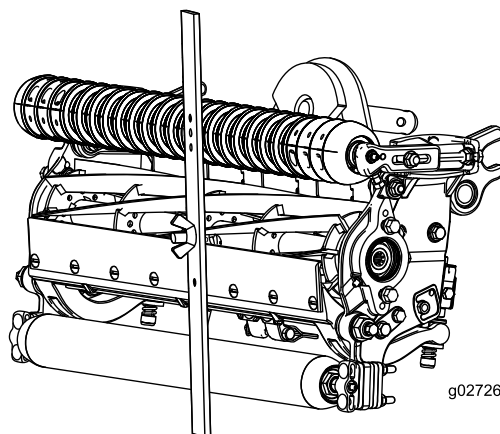

Bild 17
3. Haken Sie den Schraubenkopf an die Schnittkante des Untermessers ein, und stützen Sie das hintere Ende der Leiste auf der Heckrolle ab (Bild 17).
4. Drehen Sie die Einstellschraube, bis die Frontrolle die Messlehre berührt (Bild 17). Stellen Sie beide Enden der Rolle ein, bis die ganze Rolle parallel zum Untermesser ist.